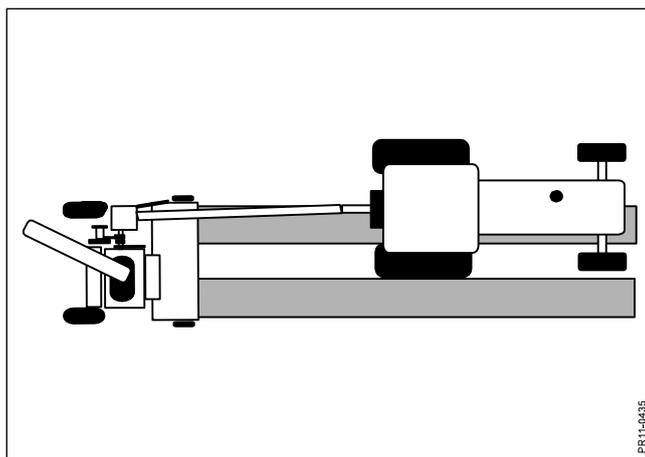

Abb. 6-10
**Abb. 6-10 2)** Der Häcksler arbeitet jetzt halb-abseits, während der Schlepper mit einem Satz Räder zwischen den Schwaden fährt. Diese Technik führt zu einem geraden Antriebsstrang und ist zum Abladen auf beiden Seiten geeignet. Der Parallelschlepper kann näher an den Häcksler kommen, und es ist leichter, das Beladen des Anhängers zu steuern.